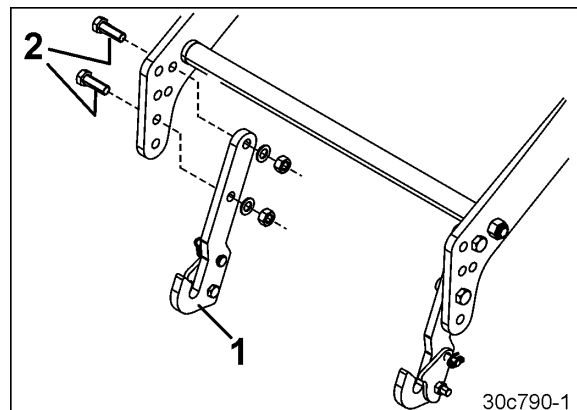

Bild 102
1. Fixera fästkrokarna (Bild 102/1) med vardera två skruvar (Bild 102/2) på lyft ramen.